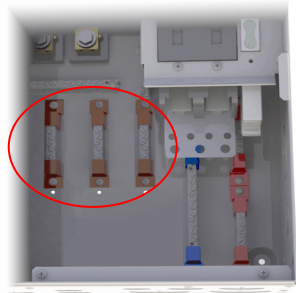

Abbildung 2 Stromschienenpositionen
3. Kleben Sie zur Identifizierung in der Nähe jeder Stromschiene das korrekte Etikett aus dem Etikettensatz auf das Gehäuse. Abbildung 2 zeigt die Standardpositionen dieser Stromschienen. Abbildung 5 auf Seite 7 zeigt die vorgesehenen Etikettenpositionen.